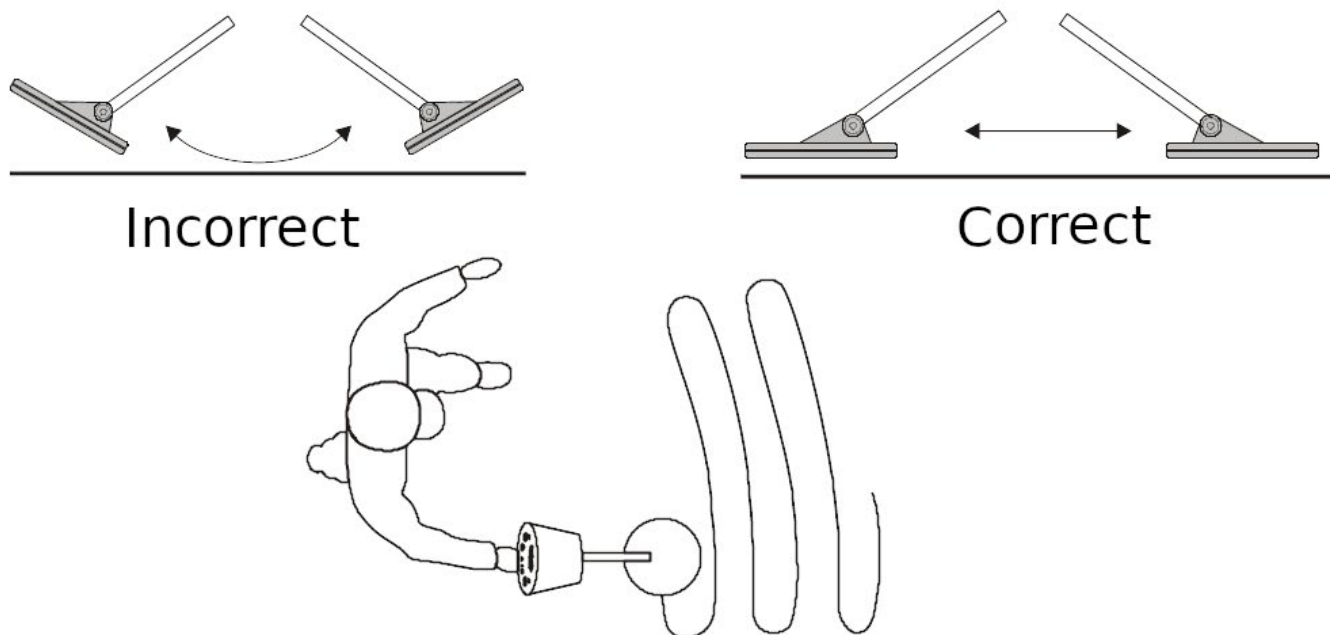

Fig.18 Mouvement de balayage
2. Effectuez des mouvements lents en forme de serpentins (Voir Fig. 18 Mouvements de balayage)